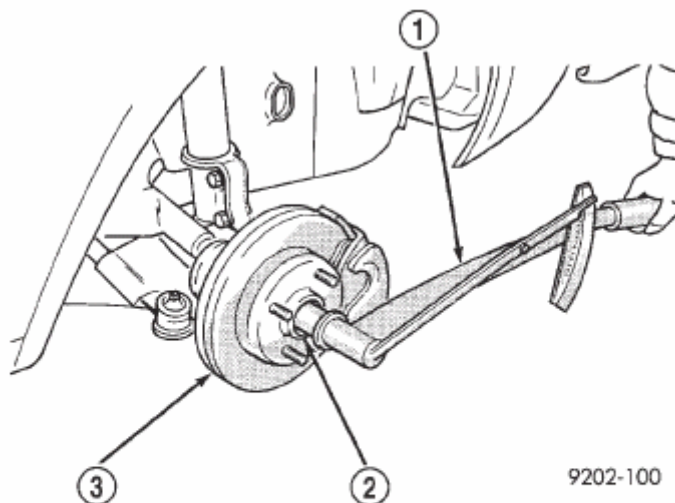

Fig. 24 Torsión de la tuerca de maza delantera
(14) Con los frenos del vehículo aplicados para evitar que gire el disco de freno, apriete la tuerca de maza con una torsión de 142 N·m (105 lbs. pie) (Fig. 24).